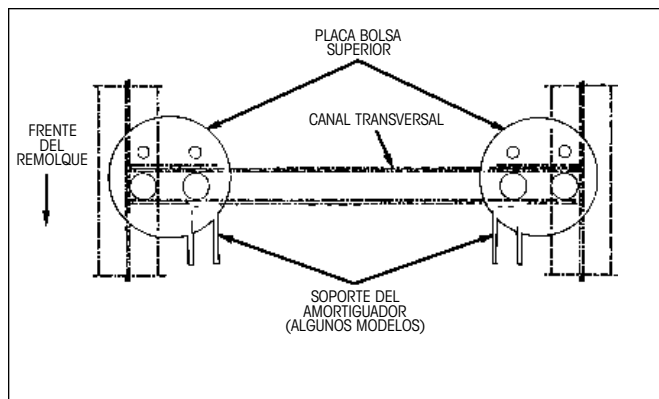

Figura 1. Instalación de la placa bolsa superior.
1. Levante los platos superiores y colóquelos en el riel del chasis del remolque y en el canal transversal, como se especifica en el dibujo de ensamble de la suspensión (Figura 1).